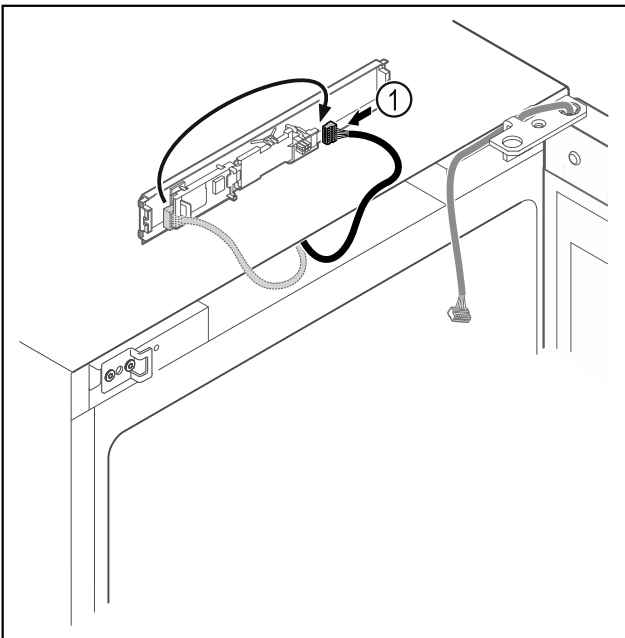

Fig. 20
- ▶ Enchufar el conector Fig. 20 (1) en otra posición en la platina.